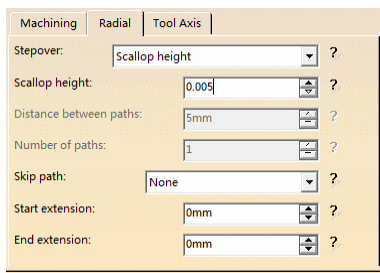

图 4-55 “Radial” 选项卡（2）
- 在“Radial”选项卡（2）的“Stepover”下拉列表中选择“scallop height”，在“Scallop height”文本框中输入“0.005” mm，如图 4-55 所示。